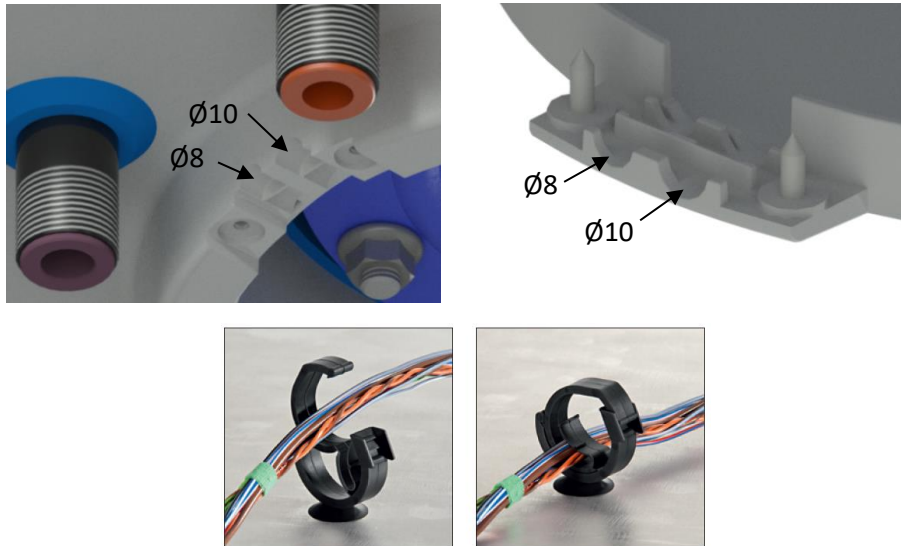
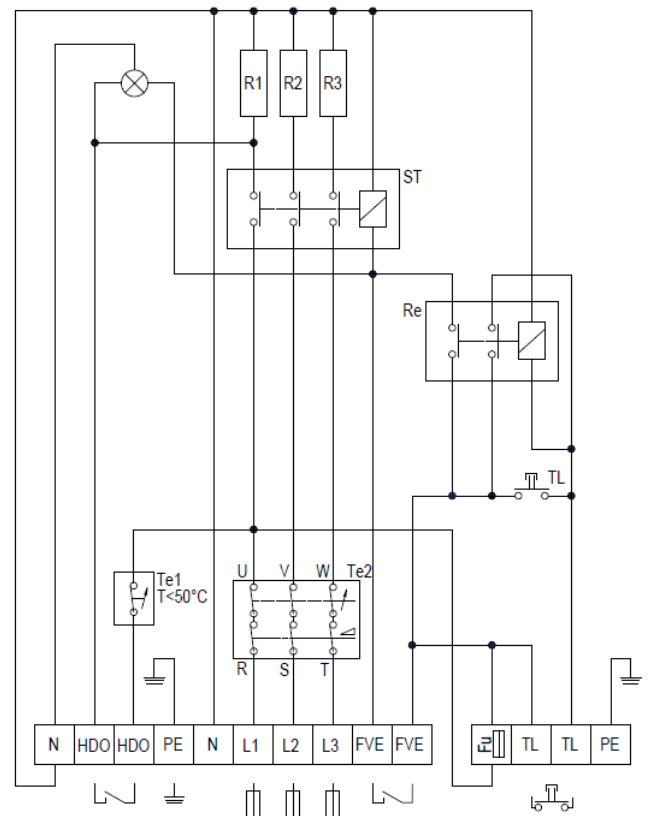

Abbildung 8
Abbildung 9
Der Anschluss ist gemäß Anschlussschema durchzuführen. Der werkseitig vorgenommene Anschluss darf nicht geändert werden! (Abbildung 9). In der Abdeckung der Elektroinstallation ist die Trennscheibe zu entfernen, die dem Durchmesser der Zuleitung $\varnothing 8$ oder $\varnothing 10$ (Abbildung 8) entspricht. Die Schutzart der elektrischen Teile des Wassererwärmers ist IP 44. Der Leistungsbedarf der elektrischen Körper beträgt 3x2000W. Für sichere Kabelbefestigung sind im WWS die Kabelhaltern installieren.
- Das Schema des Elektroanschlusses ist dem Warmwasserbereiter auch am Gehäuse der Elektroinstallation (Abbildung 9) beigelegt.